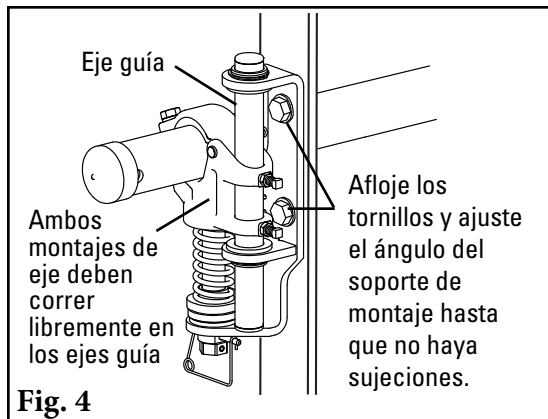

Fig. 4
4. **Asegúrese de que el tensor corra libremente.** Jale y empuje en cada eje para asegurarse de que el montaje del eje corra libremente en el eje guía. Si hay alguna señal de sujeción, afloje los tornillos en la base de montaje y pivote hasta que el tensor se mueva libremente (Fig. 4). Vuelva a apretar los tornillos.